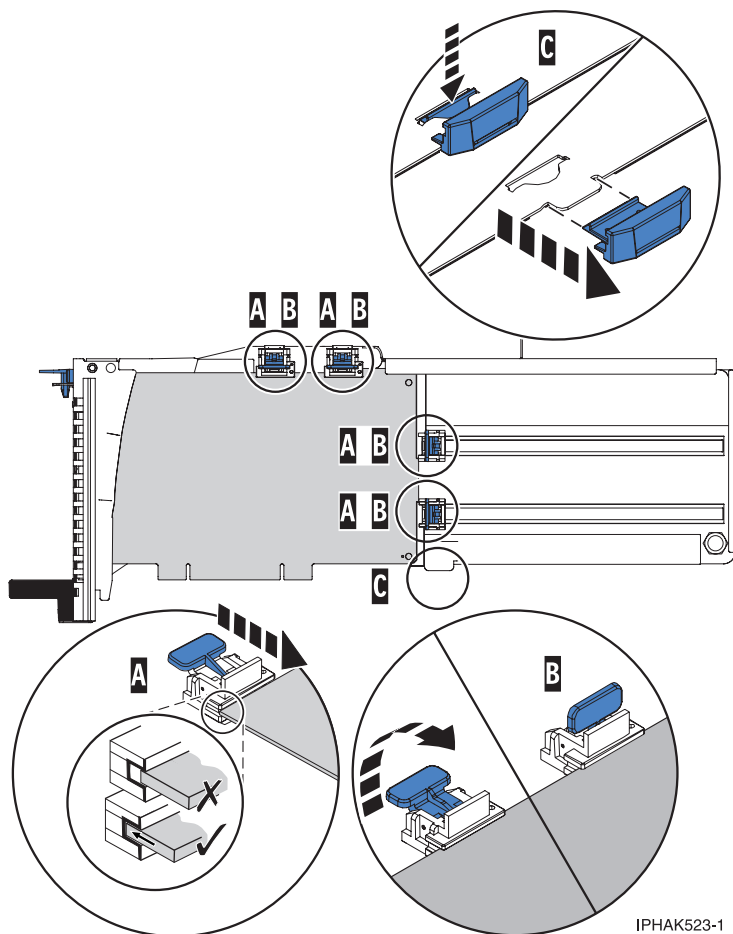

Figure 89. Carte de taille moyenne dans la cassette de cartes PCI avec les supports en place
- Retirez le stabilisateur de carte (C). Voir figure 89, à la page 98.
- Placez et verrouillez les crochets de retenue (B).
- Vérifiez que le bord de la carte est emboîté dans chaque rainure de retenue (A). Si la forme de l'adaptateur ou la présence d'un connecteur empêche le bord de l'adaptateur de reposer dans la rainure de retenue, vérifiez que le crochet de retenue est toujours maintenu fermement contre le bord ou le connecteur.